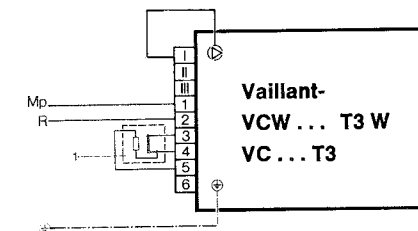

Fig. 9
Come visibile dalla fig. 9 si collegano il neutro (Mp) col morsetto 1, la fase (R) col morsetto 2 e la messa a terra ⊕ con una delle due viti di messa a terra nel cassetto dei morsetti.
L'allacciamento del termostato ambiente avviene come da fig. 9. Si consiglia di installare il termostato ambiente Vaillant con ritorno termico VRT 378 (art. 378) rispettivamente il termostato orario Vaillant VRT 394 con abbassamento automatico (art. 394) in base alle istruzioni di montaggio ed uso allegato al termostato. Il termostato ambiente va fissato ad una parete interna nel locale più abitato, che non sia esposto né a correnti né a raggi solari. Se il termostato ambiente non è ancora collegato durante il primo periodo di prova del riscaldamento, il funzionamento dell'apparecchio viene reso possibile tramite il montaggio momentaneo di un ponte tra i morsetti 3 e 4. Allacciando successivamente il termostato ambiente, questo ponte va tolto.